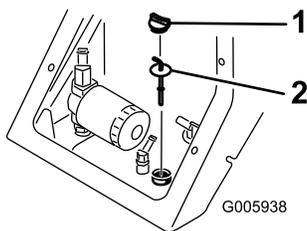

Рисунок 39
5. Очистите зону вокруг маслозаливной горловины гидравлического бака (Рисунок 39).
6. Снимите крышку заливной горловины и проверьте уровень жидкости с помощью измерительного щупа (Рисунок 39).